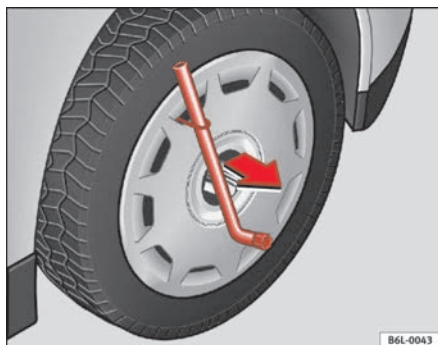

Fig. 135 Togliere il copricerchio
- Togliere il copricerchio con il gancio in metallo ⇒ fig. 135.